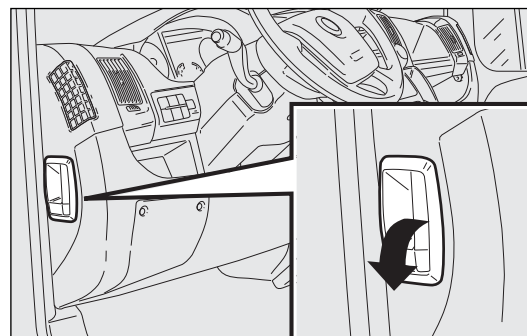

fig. 129
- tirar de la palanca fig. 129 hacia el sentido indicado por la flecha;